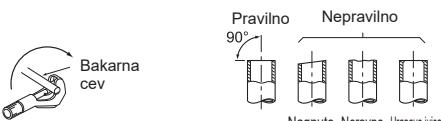

Fig. 1
- Odvodno crevo treba da bude usmereno nadole radi jednostavnog protoka odvoda. (Fig. 1)
- Rezačem cevi pravilno odsecite bakarnu cev. (Fig. 1, 2)